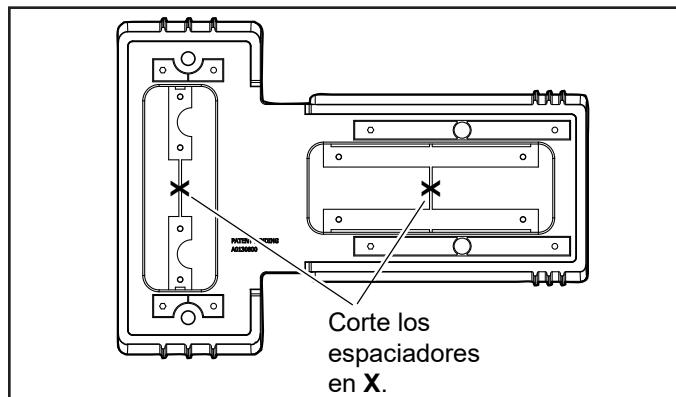

Figura 6. Corte los conjuntos de distanciadores de la base
- Con una herramienta manual para cortar, corte las barras plásticas que conectan los conjuntos superior e inferior de distanciadores como se muestra en la Figura 6.